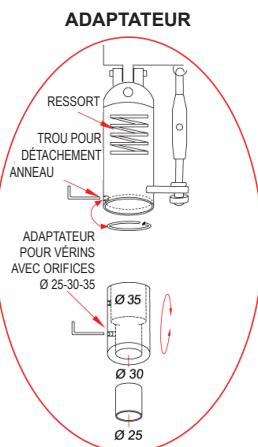

fig1
- enfiler l'adaptateur pour vérin sur sa tige Ø 30 mm et le bloquer en issant la vis à tête cylindrique à six pans encaissée (fig. 1).